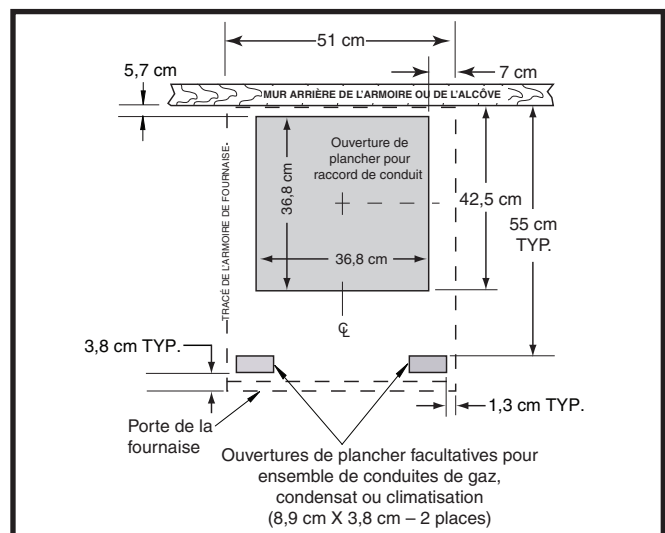
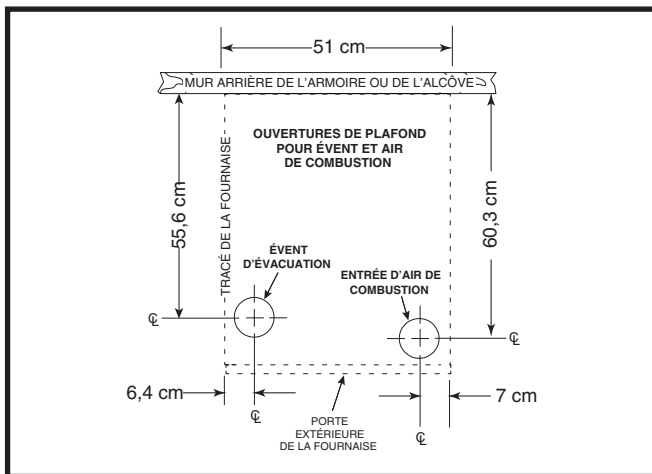

Figure 9. Dimensions de l'ouverture de plancher
Figure 10. Dimensions de l'ouverture de plafond
Pour positionner les conduites standard, consultez la Figure 9. Pour les conduits circulaires, consultez la Figure 10 \(page 15\).
1. Mesurez à partir du mur arrière ou de l'alcôve et marquez la ligne centrale du trou dans le plancher. En utilisant la ligne centrale comme point de départ, tracez le reste du trou pour les conduits en fonction des dimensions montrées à la Figure 9.
- Mesurez et percez un trou de gaz et une ouverture pour le serpentin de refroidissement (s'il y a lieu). Voyez la Figure 9 et la Figure 10.
Les ouvertures dans le plafond et le toit doivent être positionnées soigneusement pour prévenir les erreurs d'alignement entre la fournaise, les conduits d'air de combustion et les conduits d'évacuation. Voyez la Figure 10.
- En utilisant les lignes centrales comme point de départ, tracez le reste du trou pour les conduits en fonction des dimensions montrées à la Figure 10.